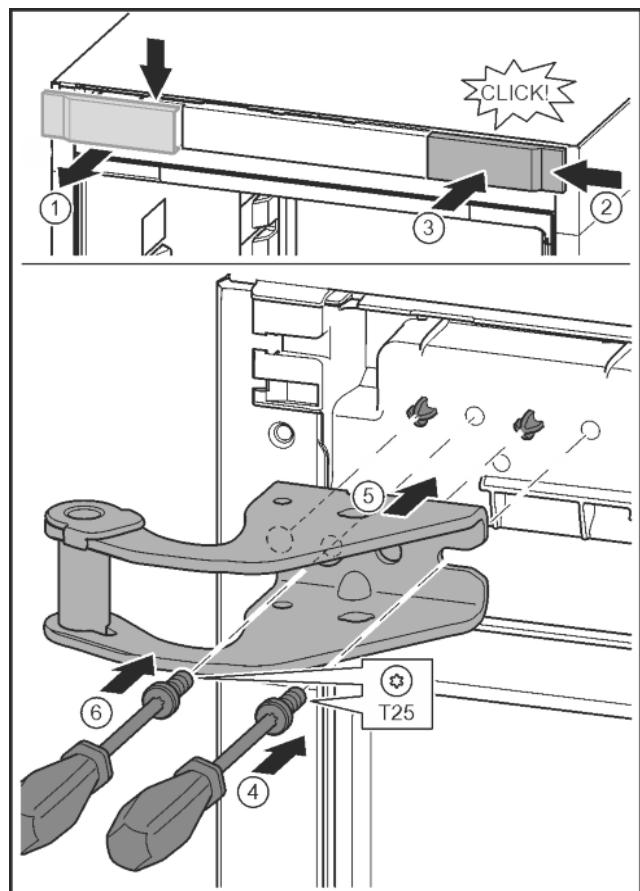

Fig. 15
- Отпустить крышку и снять сбоку. Fig. 15 (1)
- Навесить крышку, повернув ее на 180°, справа с другой стороны. Fig. 15 (2)
- Крышку зафиксировать. Fig. 15 (3)
- Установить винт отверткой T25. Fig. 15 (4)
- Установить верхний опорный кронштейн. Fig. 15 (5)
- Затянуть винт. Fig. 15 (4)
- Вставить и затянуть винт отверткой T25. Fig. 15 (6)